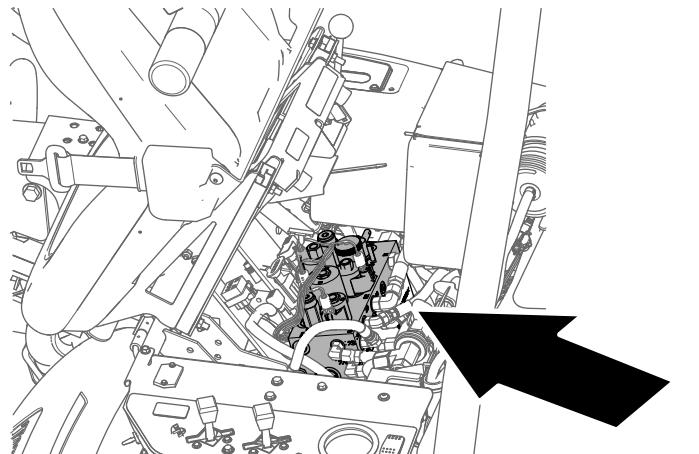

Figura 63
4. Incline el asiento del operador hacia adelante y coloque la varilla de sujeción (Figura 63).